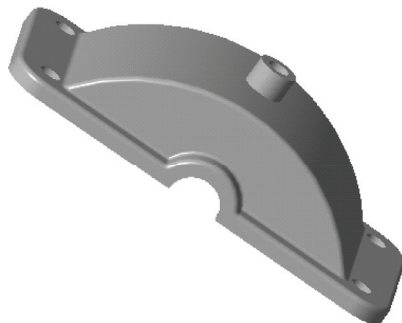

图 11-97 合并运算装配图
STEP 06 执行操作后，即可合并运算装配图，效果如图 11-97 所示。